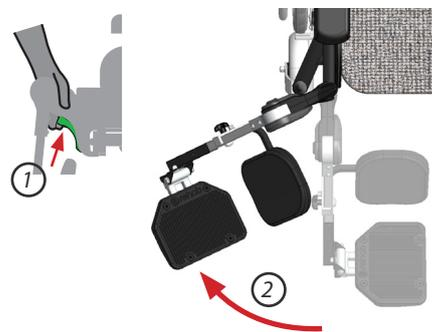

Abb. 26. Abwinkeln der Beinstützen
1. Fassen Sie das Beinstützenrohr (3 in Abb. 26) möglichst weit unten. Heben Sie es etwas an, um die Belastung im Verriegelungsmechanismus zu senken.
2. Drücken Sie die Taste (2 in Abb. 26) an der Außenseite des Kniegelenks und bringen Sie die Beinstütze in die gewünschte Lage.
ABWINKELN DER BEINSTÜTZEN, ABB. 26